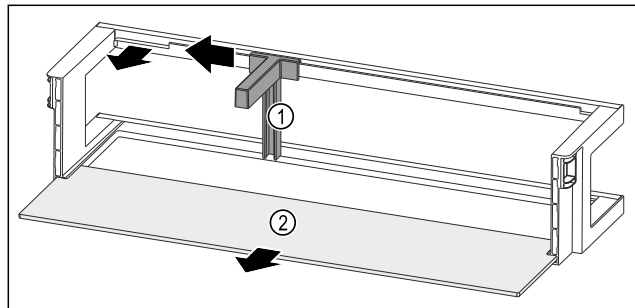

Fig. 237 Türabsteller mit Flaschenhalter und Abstellfläche
- ▶ Flaschenhalter Fig. 237 (1) bis zur Aussparung zur Seite schieben.
- ▶ Flaschenhalter Fig. 237 (1) entnehmen.
- ▶ Abstellfläche Fig. 237 (2) entnehmen.